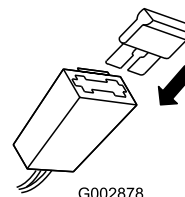

Figure 11
2. Placez le fusible dans le porte-fusible (Figure 11).